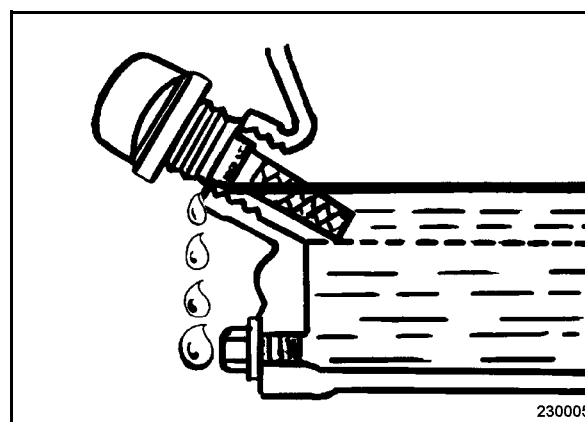

рис. 32
- Вывинтить указатель уровня масла (рис. 32), вытереть неворсистой, чистой тряпкой.